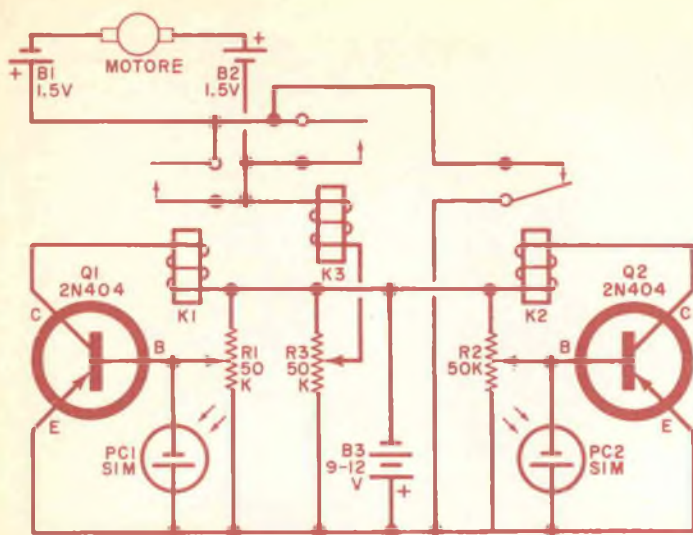

Fig. 1 - I relé, azionati da amplificatori pilotati da fotocellule, applicano e interrompono la tensione per il controllo del motore.
**Come funziona** - La fotocellula PC1 (ved. fig. 1) è collegata in parallelo alla giunzione emettitore-base di Q1. Quindi, quando una luce colpisce PC1, si genera una piccola tensione che fa condurre Q1, il quale aziona il relé K1 ed al motore viene applicata tensione. Contemporaneamente, viene azionato ed agganciato K3, perché il circuito di questo relé viene chiuso attraverso i contatti di K2. Se il fascio di luce viene spostato da PC1, il relé K1 si